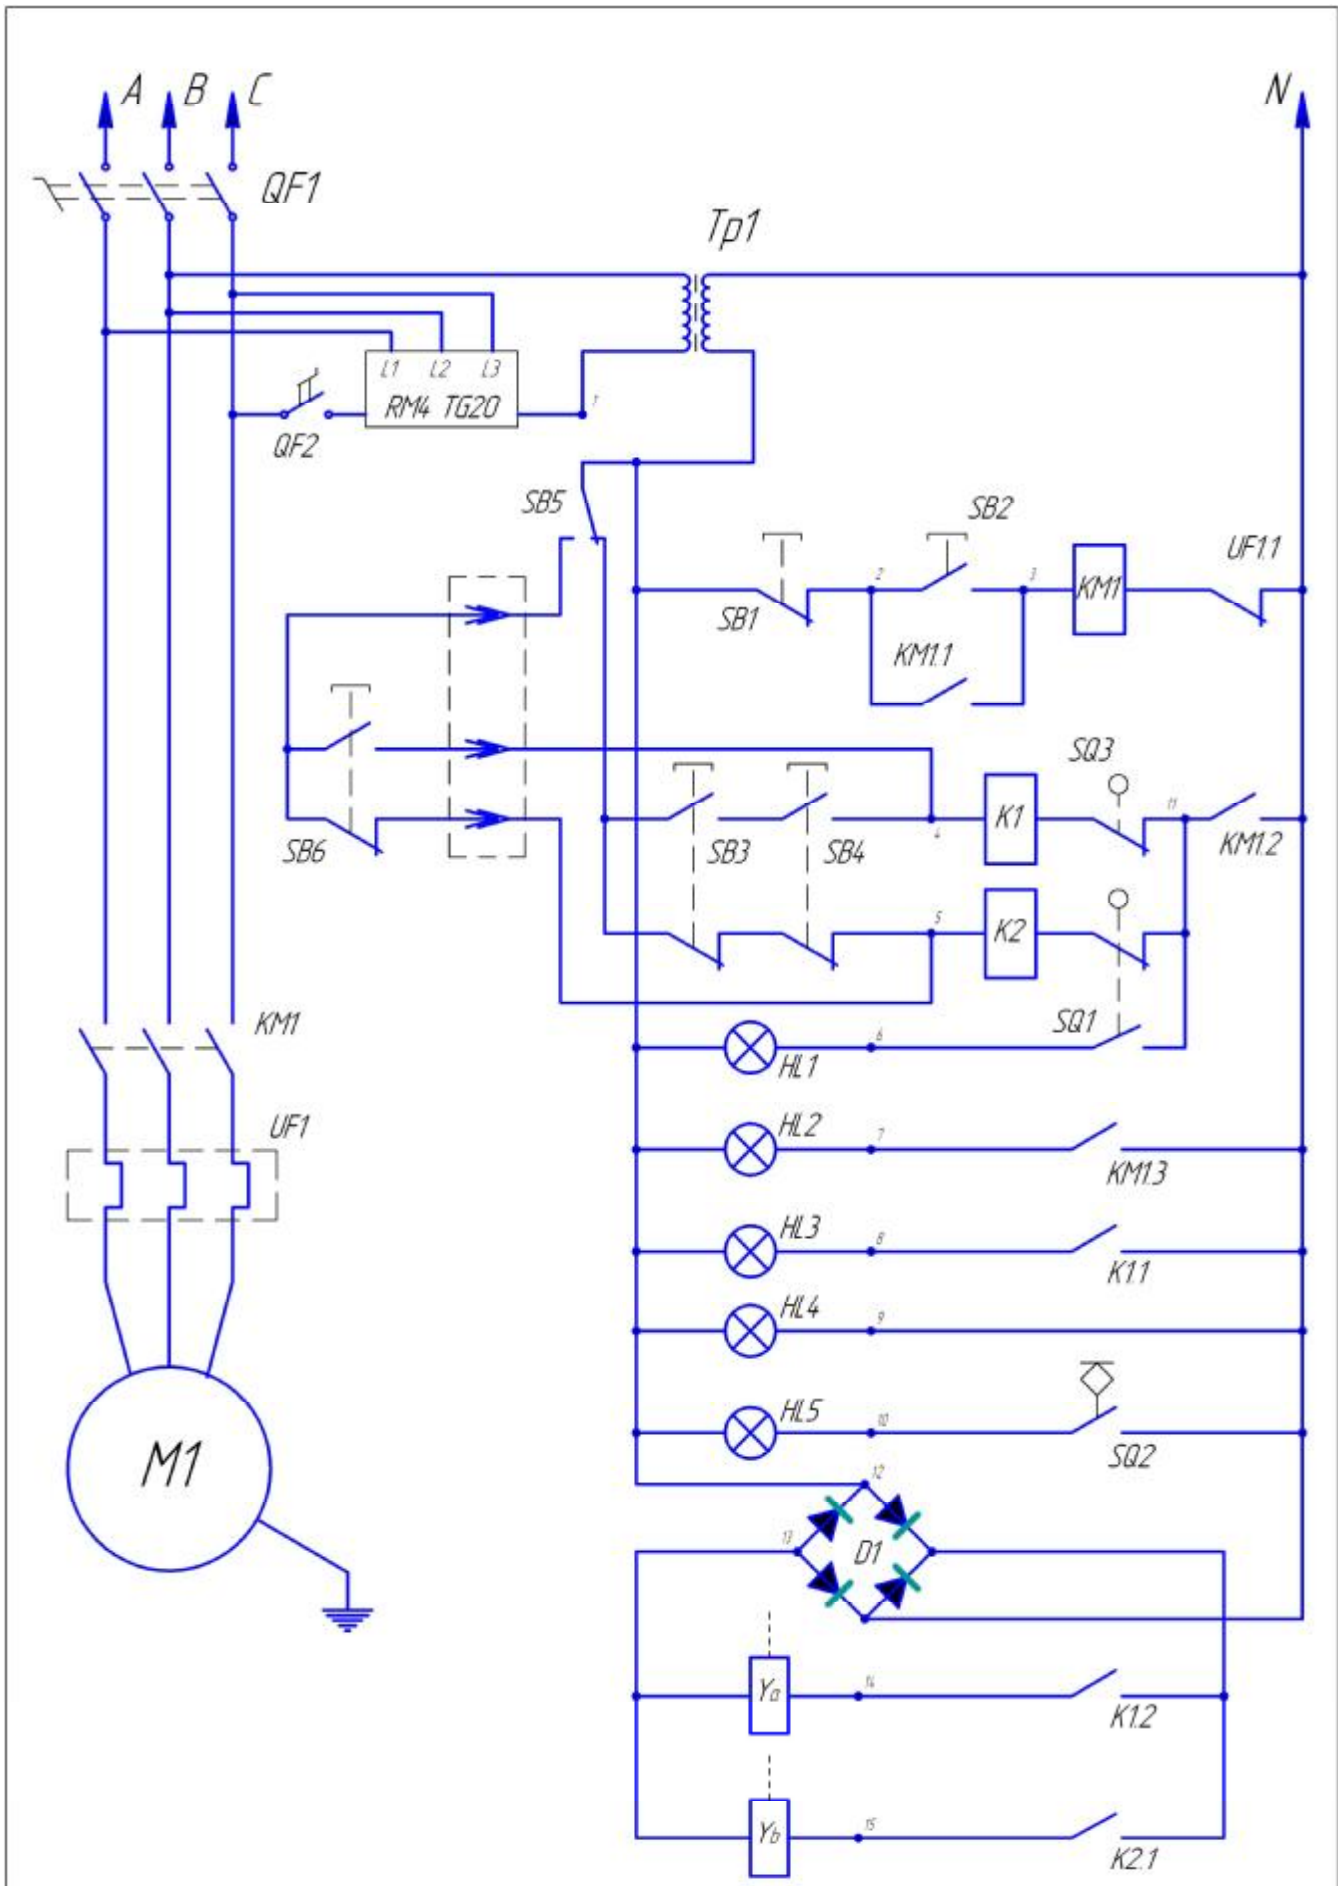

Рис. 3
Электрическая схема пресса представлена на рис. 3.
7.3 Подключить пресс к электросети при помощи кабеля сечением 4 кв.мм согласно электросхеме рис.3.